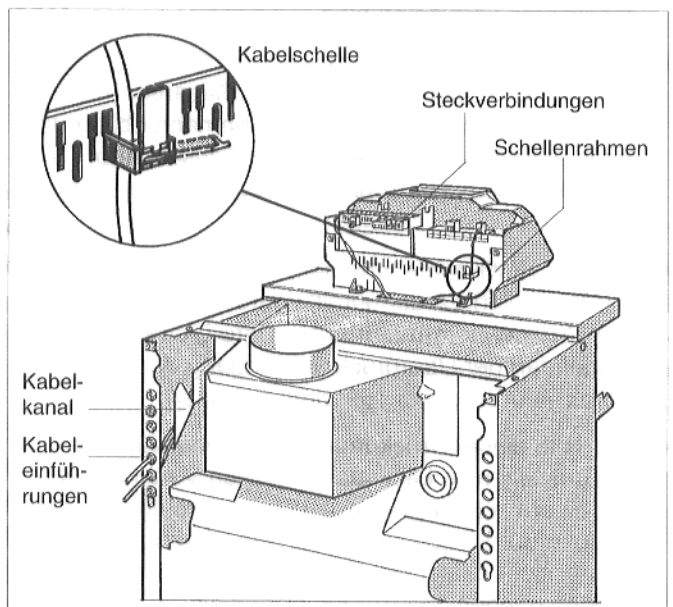

Abb. 11: Steckverbindungen und Kabelschelle
- Bauseitige elektrische Anschlußleitungen von hinten durch die Kabeleinführungen im Kabelkanal verlegen und durch die Öffnung in der vorderen Kesselhaube zum Regelgerät führen (Abb. 11).
- Bauseitige elektrische Anschlüsse nach Schaltplan an den Steckverbindungen des Regelgeräts herstellen (Abb. 11).
- Alle Leitungen mit Kabelschellen sichern: Kabelschelle mit eingelegerter Leitung von oben in die Schlitz des Schellenrahmens einsetzen; der Steg des Hebels muß dabei nach oben zeigen. Kabelschelle herunterschieben und gegendrücken. Hebel nach oben umlegen (Abb. 11).